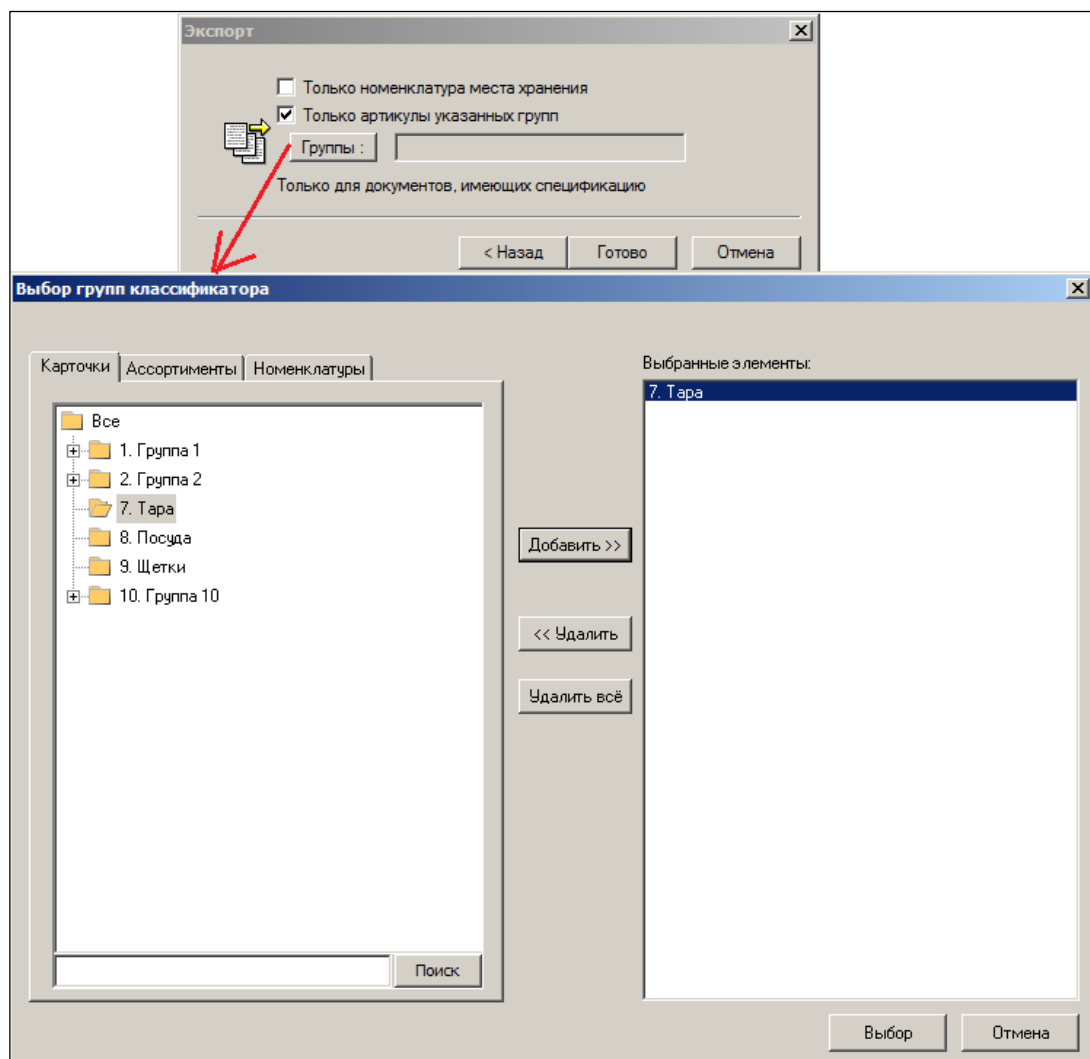

Рисунок 35 – Экспорт контракта с клиентами (3)
5. Можно экспортировать только номенклатуру МХ и только артикулы указанных групп, установив флаг и соответствующих полях и выбрав группы (Рисунок 35):